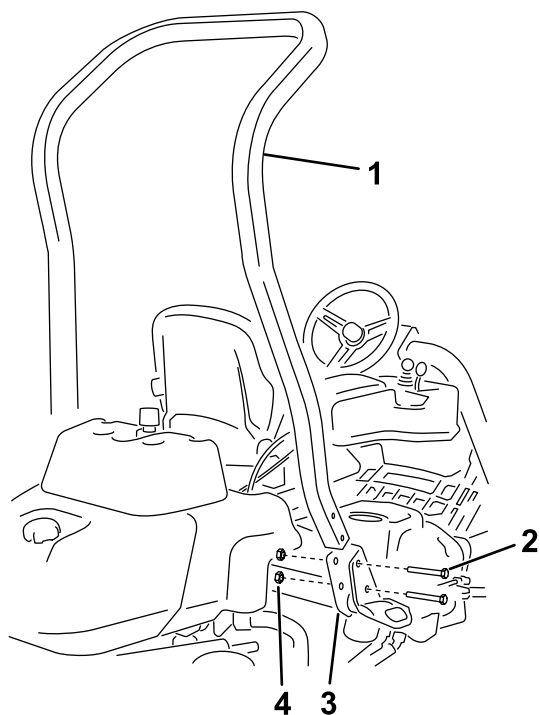

Figure 3
3. Utilisez 4 boulons ($\frac{1}{2}$ " x $3\frac{3}{4}$ ") et 4 écrous à embase ($\frac{1}{2}$ ") pour fixer l'arceau de sécurité dans les supports du système ROPS de chaque côté de la machine, comme montré à la Figure 3.